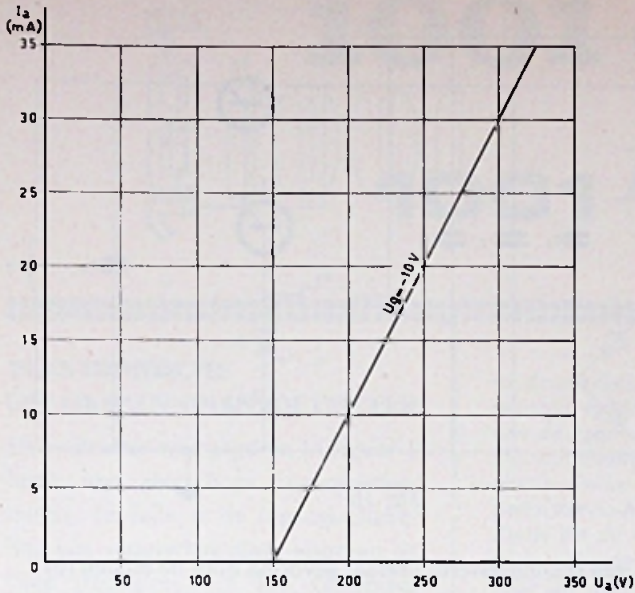

Fig. 5
1. Van een geïdealiseerde triode is in fig. 5 een karakteristiek gegeven. Bepaal de inwendige weerstand, de steilheid en de versterkingsfactor van bedoelde triode.